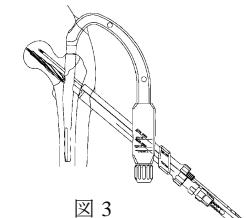

図 3
- 3) ガイドピンの刺入後、ステップリーマーにて大腿骨頸部をリーミングし、ラグスクリュー及び必要に応じエクストラスクリューを挿入します。（図 3）